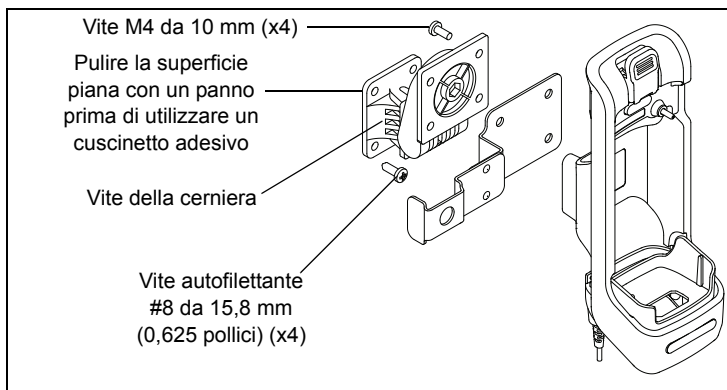

Figura 1: Base veicolare, staffa RSM e staffa di montaggio
Durante l'installazione della base veicolare, attenersi alla procedura seguente o modificarla per adattarla alle esigenze dello specifico veicolo. Vedere la Figura 1 qui sopra:
5. Fissare la base all'altra estremità della staffa utilizzando le quattro viti M4 da 10 mm in dotazione, scegliendo se far passare la staffa RSM in mezzo o se installarla separatamente, come mostrato nella Figura 1.